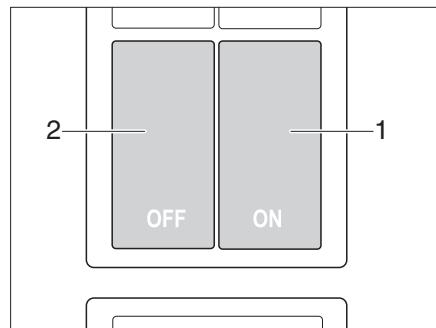

Fig. 16 Interruttore per la chiusura centralizzata del blocco cucina
Il blocco cucina è dotato di una chiusura centralizzata. Gli sportelli e i cassetti del blocco cucina possono essere bloccati e sbloccati manualmente con l'interruttore (Fig. 16).
**Bloccaggio** ■ Premere l'interruttore (Fig. 16,2). Gli sportelli e i cassetti del blocco cucina sono bloccati.
**Sbloccaggio** ■ Premere l'interruttore (Fig. 16,1). Gli sportelli e i cassetti del blocco cucina sono sbloccati.